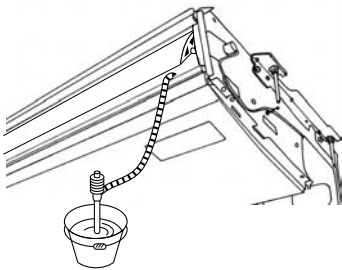

Fig. 5-3
2. Σφίξτε το κολάρο ⑥, που προμηθεύεται με τη μονάδα, στον ακροσύνδεσμο ⑤.
3. Συνδέστε το σωλήνα αποστράγγισης (VP-20) στον ακροσύνδεσμο ⑤ με συγκολλητικό βινυλχλωριδίου.
4. Τοποθετήστε το κάλυμμα του σωλήνα αποστράγγισης ⑦ που προμηθεύεται με τη μονάδα. (Κολλάρισμα ένωσης)
- Ⓒ Κολάρο ⑥
- Ⓓ Ακροσύνδεσμος ⑤
- Ⓔ Κάλυμμα σωλήνα αποστράγγισης ⑦
5. Ελέγξτε την αποστράγγιση. (Fig. 5-3)